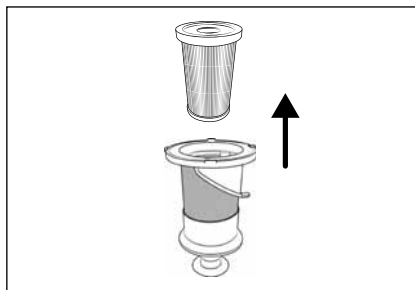

Bild 21
- 4) Ta ut EPA-filtret **5** ur det rostfria stålfiltret **6** genom att fatta tag i filtrets **5** öppning och dra ut det ur det rostfria stålfiltret **6** (se bild 21).